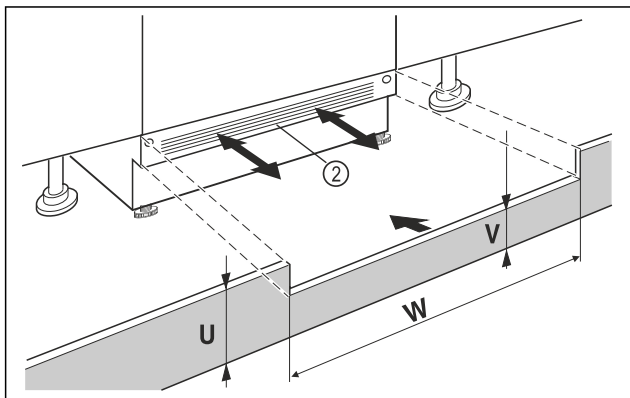

Fig. 62 Exempel
- ▶ Sätt på skåpets sockelpanel Fig. 62 (2) men fixera den inte än.
- ▶ Om sockelpanelen syns Fig. 62 (2) ska den dras framåt tills ventilationsgallret och möbelsockelpanelen ligger kant i kant.
- ▶ Om sockelpanelen är dold Fig. 62 (2) ska den skjutas bakåt så långt det går.
- ▶ Se till att ventilationsöppningarna är helt fria: Skär vid behov av möbelsockelpanelens Fig. 62 (U) på höjden!
- ▶ Längs nischens bredd passas Fig. 62 (W) stagets höjd Fig. 62 (V) under skåpets sockelpanel Fig. 62 (2) in.